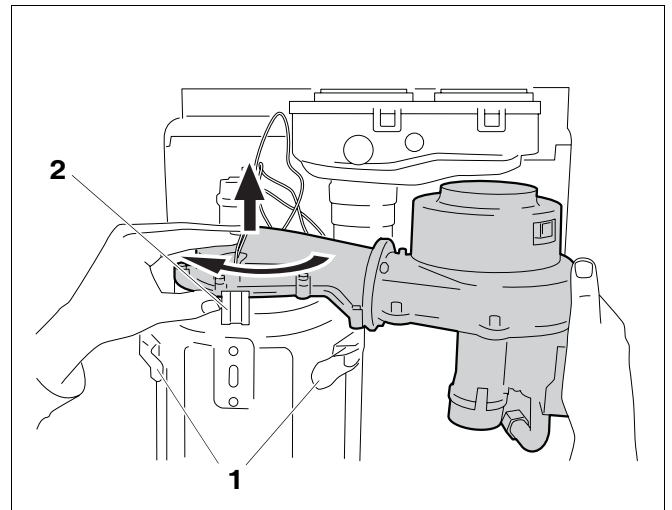

Bild 47 Gasarmatur demontieren
- Gas-Luft-Einheit (KombiVent) um eine viertel Umdrehung nach vorne drehen (Bajonettverschluss) (→Bild 47, [2]) und nach oben aus dem Wärmetauscher heben.
- Schnellverschlüsse (→Bild 47, [1]) lösen und Vorderschale (→Bild 47, [2]) des Wärmetauschers abnehmen.